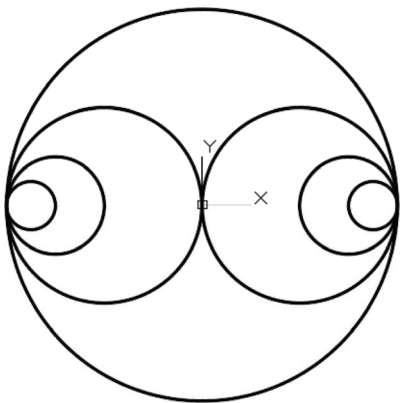

图 9-6 原始图形
- 1** 打开“写块即学即练.dwg”文件，该文件中的原始图形如图 9-6 所示。